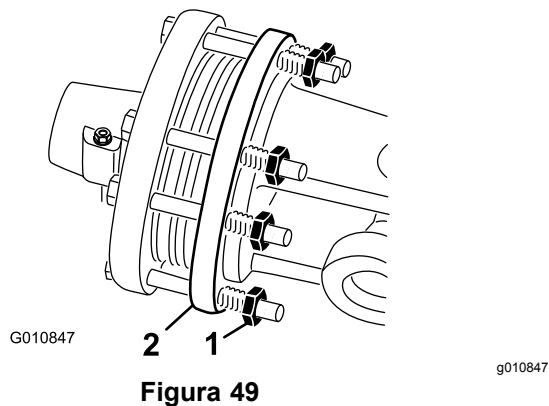

Figura 49
1. Al final de la temporada, desenrosque cada una de las tuercas del embrague 2 vueltas (Figura 49).